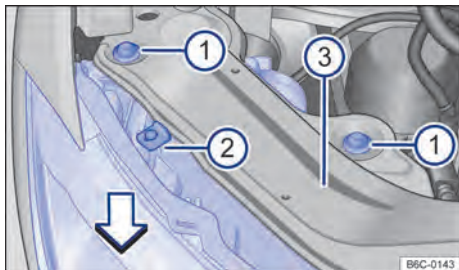

Fig. 128 No compartimento do motor: parafusos de fixação do farol dianteiro.
- Remover os parafusos de fixação → Fig. 128 ① com o auxílio de uma chave torx.
- Mover o farol para frente, no sentido da seta → Fig. 128, até que os dois cliques da parte inferior desencaixem e possibilite a remoção do farol.
- Desencaixar o conector de alimentação, para remover totalmente o farol → ①.
- Recolocar o farol cuidadosamente até que os dois cliques inferiores encaixem e o batente superior → Fig. 128 ② encoste no suporte do farol ③.
- Recolocar os parafusos de fixação ① na carcaça do farol.
- Pressionar o farol contra o batente central superior ② e apertar os parafusos ① com a chave torx.